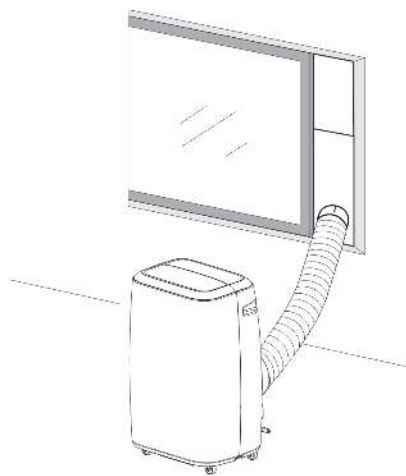
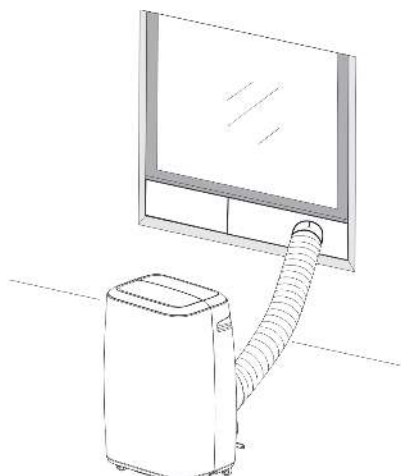

Fig. 5
Fig. 5a
2. Comme l'illustrent la Fig. 5 et la Fig. 5a, installez le tuyau d'évacuation et ajustez correctement la position de la fenêtre grâce au kit coulissant ou au kit de calfeutrage inclus.